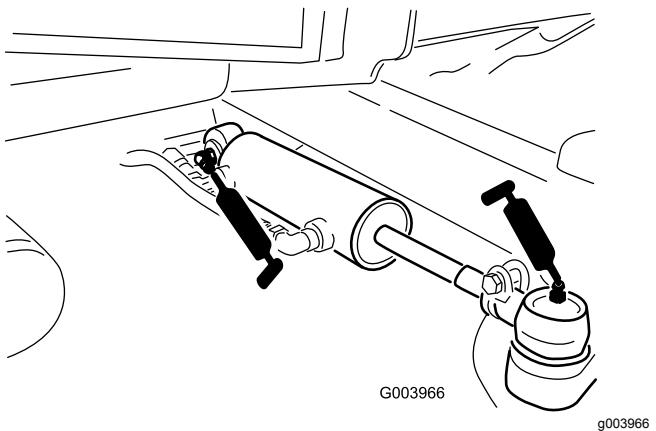

Figura 67
- Rótulas do cilindro de direção (2) (Figura 67)